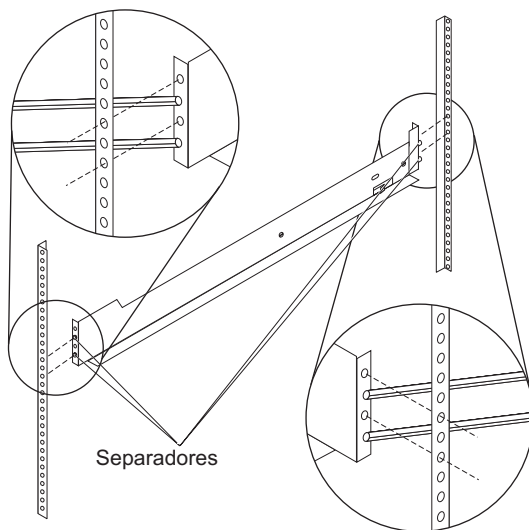

Figura 2. Colocación de los rieles de soporte en el bastidor
2. Sujete la parte frontal del riel izquierdo contra la pestaña de soporte interior de la parte frontal del bastidor y extienda la parte posterior del riel hasta la pestaña de soporte de la parte posterior del bastidor. Los separadores de la parte posterior del riel encajan en los agujeros del armario de bastidor, como se muestra en Figura 2.